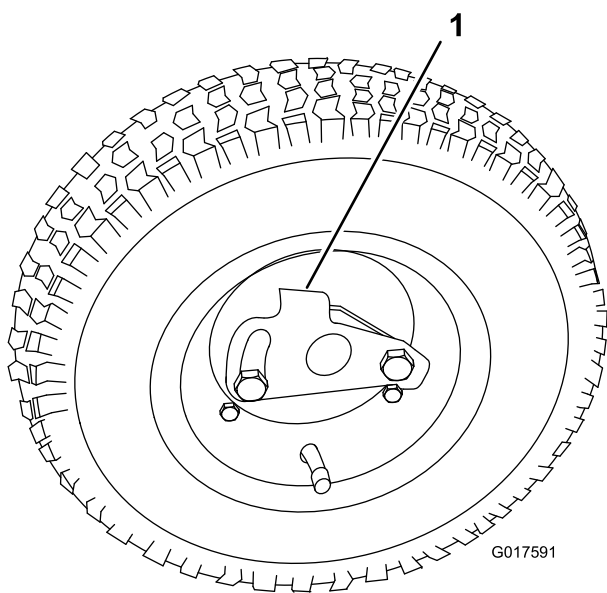

Figura 19
- Empurre o dispositivo de bloqueio da roda para o centro da roda e deslize a roda na direção do eixo hexagonal (Figura 19).